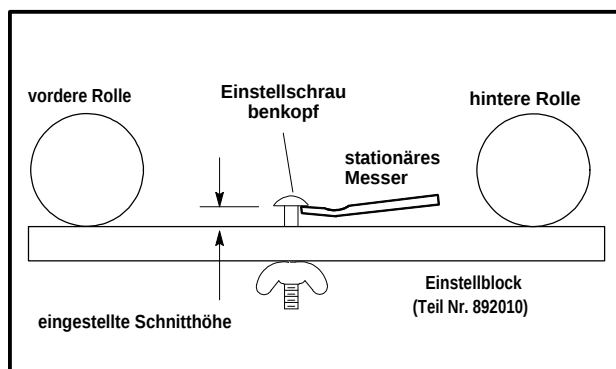

Abbildung 18
1. Die Schnitthöhe an der Einstellvorrichtung (Teil Nr. 892010) einstellen, indem die Flügelmutter solange gedreht wird, bis der Abstand zwischen dem unteren Teil des Schraubkopfes und der Oberseite des Einstellblocks mit der gewünschten Schnitthöhe übereinstimmt (siehe Abb. 18).
stationären Messers die Unterseite des Einstellkopfes berührt (siehe Abb. 18).